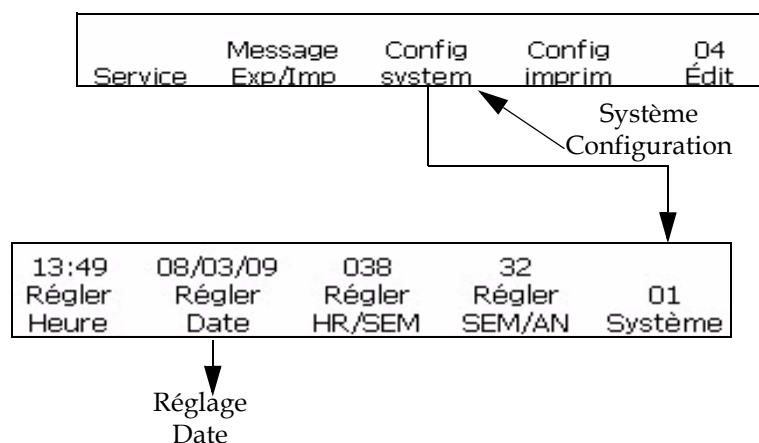

Figure 4-21: Fenêtre <01 Système>
- 1 Naviguez jusqu'à la Fenêtre <01 Système > (01 Editor > 02 Editor > 03 Editor > 04 Editor - Config. système > 01 Système). Voir Figure 4-21.